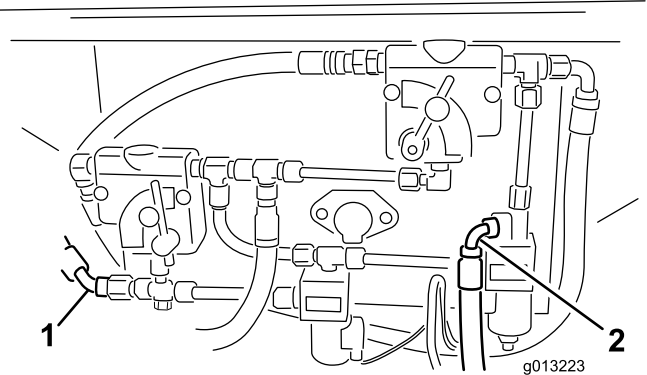
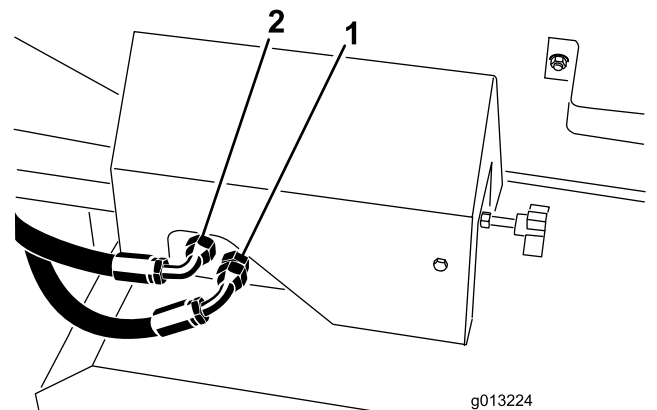

Figura 9
Figura 10
3. Retire los tapones de los acoplamientos de retorno y de presión situados en los lugares de la ProPass indicados en Figura 9, o Figura 10 en el caso de la ProPass Inalámbrica. Guarde los tapones para su uso futuro.
4. Conecte las mangueras a la ProPass según se muestra en Figura 9. Para la ProPass inalámbrica, consulte Figura 10